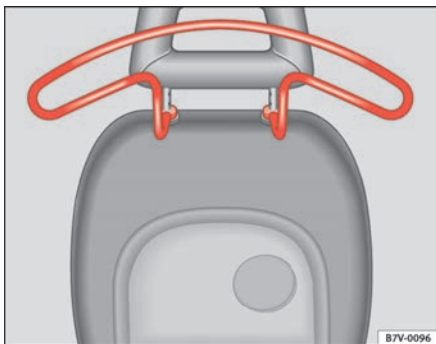

Abb. 107 Kleiderbügel am Vordersitz
- Ziehen Sie den Kleiderbügel³³⁾ von den Stangen der Kopfstütze ⇒ Abb. 107 ab.